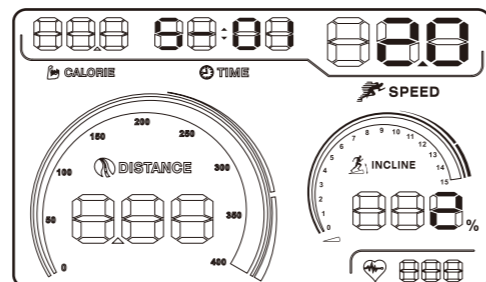

图44
3. 设定好时间后，长按面板上Training Prog键 ，直至屏幕上方出现S-01字样，此时进入训练段的速度与坡度设置，先通过SPEED（速度）的+（增加）/-（减少）键设定速度，再通过INCLINE（坡度）^（升起）/V（降低）键设定坡度，每一段设定好速度与坡度后，再次按Training Prog键 ，进入下一段的速度与坡度设置，共20段。当第20段设置完成后，按下Training Prog键 ，U01用户自定义程式设置完成，并存储在跑步机中。（图44所示）。